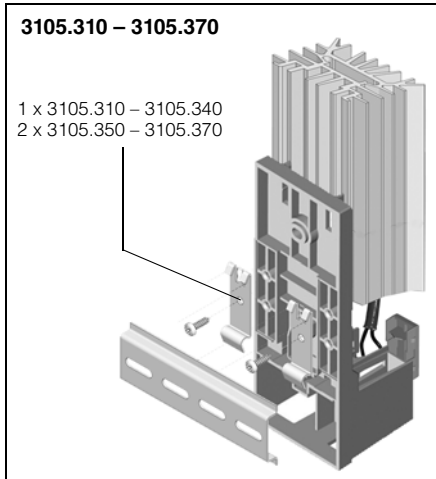

Imagen 2: Fijación a presión sobre carril soporte de 35 mm según DIN EN 50 022
1	Instrucciones de montaje Material de fijación (ver imagen 2)
1. Fijación a presión sobre un carril soporte de 35 mm DIN EN 50 022 (imagen 2).